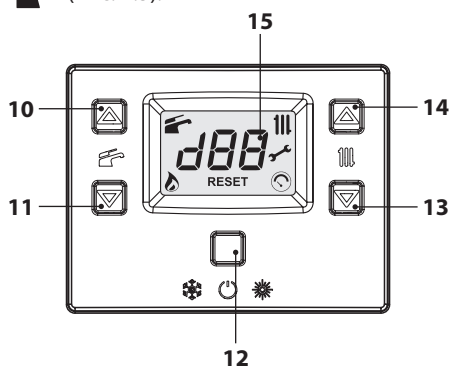

Рис. 2.5
- Держите нажатой в течение 2 сек. кнопку 12, пока на дисплее не появится символ  (Рис. 2.5).
Регулировать температуру воды для отопления можно посредством кнопок 13 (уменьшение) и 14 (увеличение), см. Рис. 2.5, начиная с минимум 38 °С и до максимум 85 °С. При нажатии одной из двух кнопок на дисплей выводится установленное значение, при повторном нажатии можно его
В любом случае, если комнатная температура слишком низкая или слишком высокая, можно увеличить или уменьшить температуру отопления на ± 15 °C при помощи кнопок 13 (уменьшение) и 14 (увеличение), см. Рис. 2.5.
Регулировать температуру воды в системе горячего водоснабжения можно при помощи кнопок 10 (увеличение) и 11 (уменьшение), см. Рис. 2.5, начиная с минимум 35 °C и до максимум 60 °C. При нажатии одной из двух кнопок на дисплей выводится установленное значение, при повторном нажатии можно его изменить.